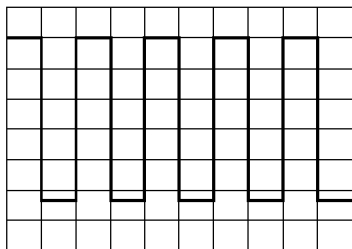

图 7-13 显示波形
① 打开电源开关, 电源指示灯变亮, 约 20s 后, 示波管屏幕上将出现扫描线, 若 60s 后还没有扫描线出现, 则再检查开关及控制旋钮的位置。
② 调节“亮度”和“聚焦”旋钮, 使扫描线亮度适当, 且清晰可读。
③ 调节 Y_1 “位移”旋钮和光迹旋转电位器(用起子调节),使扫描线与水平刻度平行。
④ 连接探极(10:1,供给的附件)到 Y_1 输入端,将 $0.5V_{pp}$ 校准信号加到探头头上。
⑤ 将“AC- $\perp$ -DC”开关置于“AC”,如图 7-13 所示波形将显示在示波管屏幕上。
⑥ 为便于观察信号,调节“V/cm”和“t/cm”开关到适当的位置,使显示出来的波形幅度适中,周期适中。
⑦ 调节“上下位移”和“水平位移”控制旋钮到适当的位置,使显示的波形对准刻度,以便读出电压值(V_{pp})和周期(T)。